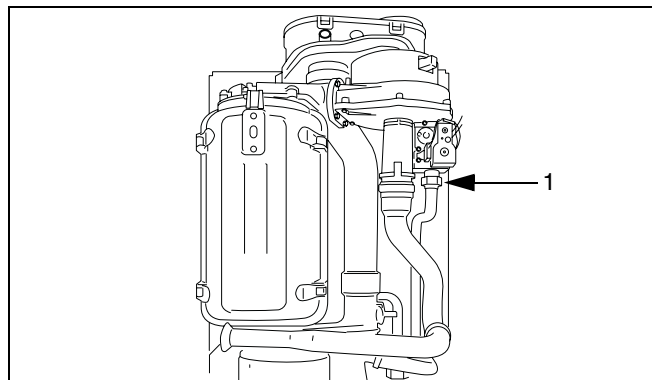

fig. 43 Gaskoppeling demonteren
- Demonteer de gaskoppeling tussen de gasleiding en de gasluchtunit (→ fig. 43, [1]).